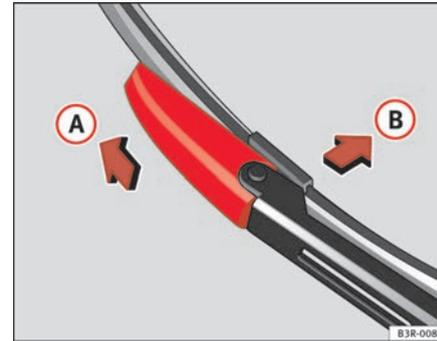

Abb. 169 Wischerblatt abnehmen
- Schieben Sie das Verriegelungsstück am Wischerblatt in Pfeilrichtung ⇒ Seite 228, Abb. 169 **A**. Halten Sie dabei das Wischerblatt fest.